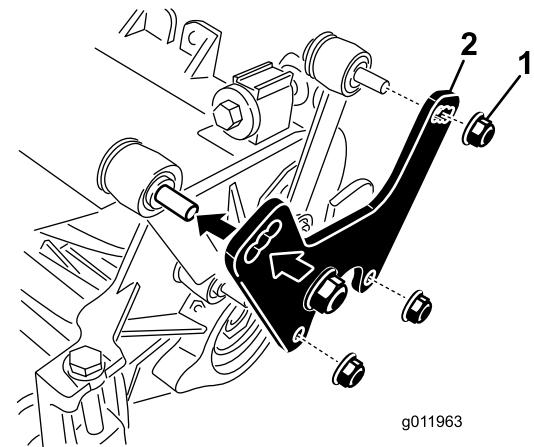

Bild 10
1. Entfernen Sie die Muttern und Scheiben, mit denen die Hublenker an der Seitenplatte des Mähwerks und dem Trägerrahmen befestigt sind (Bild 10).